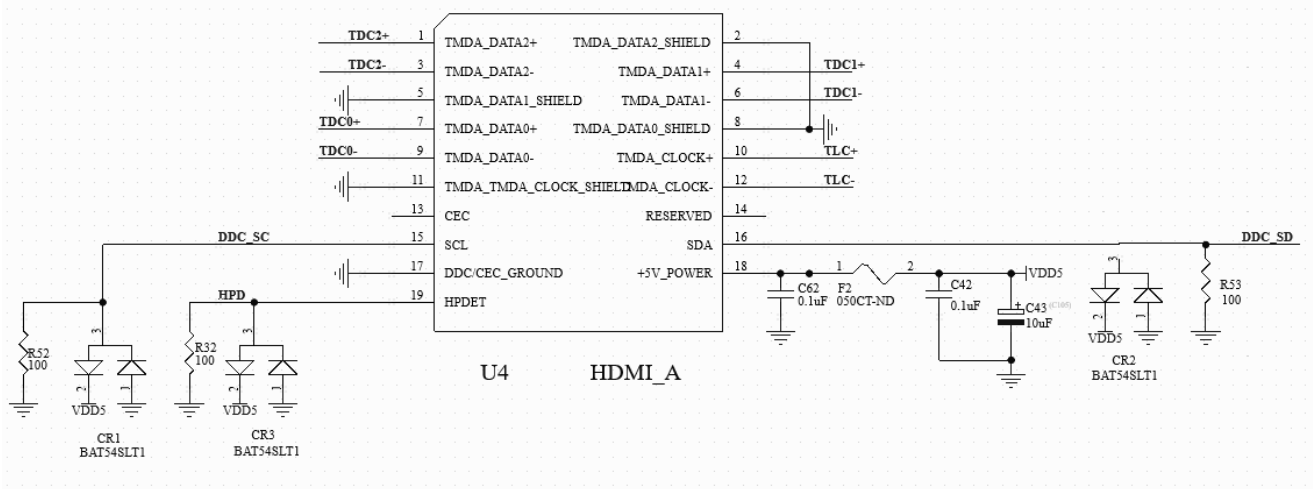

图 4
2、需要在素材库中原理图设计文件 06-HDMI_KEY_MARK.SchDoc(第八页)中抄画图 4 所示的电路模块原理图:并每页原理图调用模板文件 202410201.schdot，标题栏中各项内容均要从 organization 中输入或自动生成，其中在考生信息中第一行输入考生姓名，第二行输入身份证号码，第三行输入准考证号码，图名为：mydesign，不允许在原理图中用文字工具直接放置。